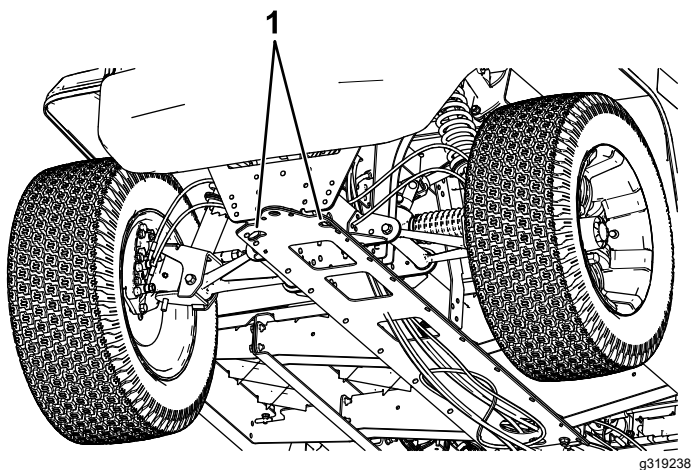
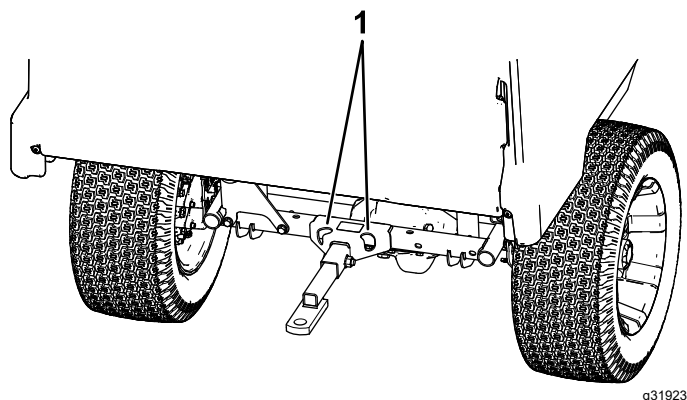

Figura 23
Figura 24
Consultați Figura 23 și Figura 24 pentru locurile de fixare a mainii.
2. Atașați o bară de remorcare pe cârligul de remorcare din partea din față a cadrului mainii (Figura 23).